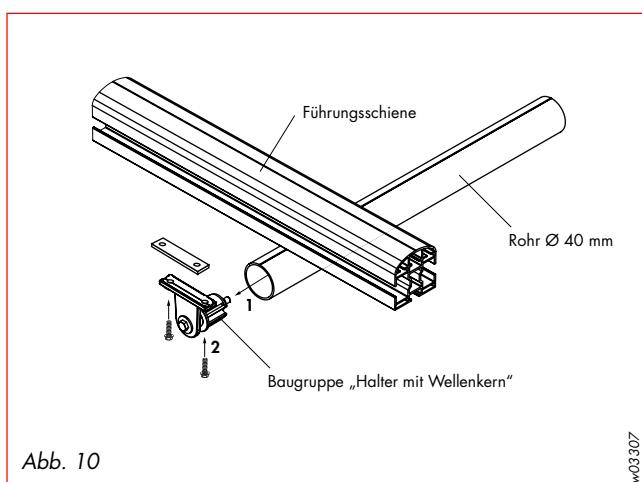

Abb. 10
- Baugruppe „Halter mit Wellenkern“ mit dem Rohr Ø 40 mm (1) wie in Abb. 10 gezeigt verbinden.
- Halterungen an der Führungsschiene festschrauben (siehe Abb. 10, (2)).